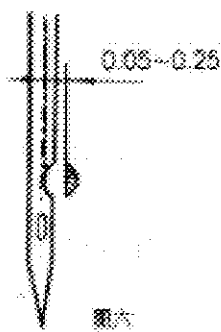
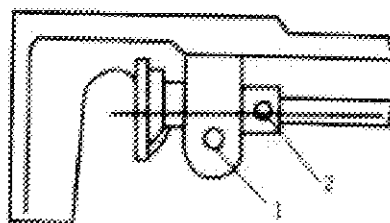

Рис. 6
Рис. 7
3. Когда кончик крючка челночного устройства сдвигается к осевой линии иглы, расстояние между плоскостью кончика крючка и иглой должно составлять $0,05 - 0,25$ мм (см. Рис. 6). Если это расстояние достаточно велико, кончик крючка точно зацепляет петлю нити; если расстояние слишком мало, кончик крючка может с толкнуть с иглой, что приведет к ее поломке. Чтобы выполнить регулировку, следует отодвинуть игольную пластинку, повернуть головку машины в горизонтальное положение, ослабить винт крепления основания челночного устройства 1 и стопорный винт нижнего вала 2 при помощи отвертки и отрегулировать расстояние между плоскостью кончика крючка и иглой ($0,05 - 0,25$ мм). Затем следует затянуть винт крепления основания челнока 1, подвести стопорное кольцо к обратной стороне основания челночного устройства и затянуть стопорный винт 2 (см. Рис. 7).